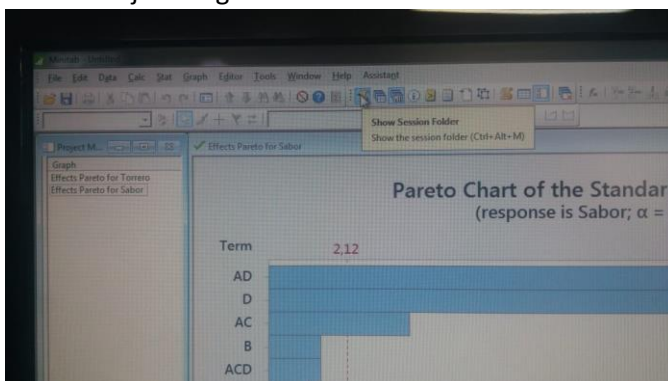

Figura 10 – A esquerda da Tela estão “Effects Pareto for Torrero” e “Effects Pareto for Sabor”.
- 10- A esquerda da tela surge um box onde se lê “Efeitos Pareto para Torrero” e “Efeitos Pareto para Sabor”. Veja na Figura 10 abaixo.